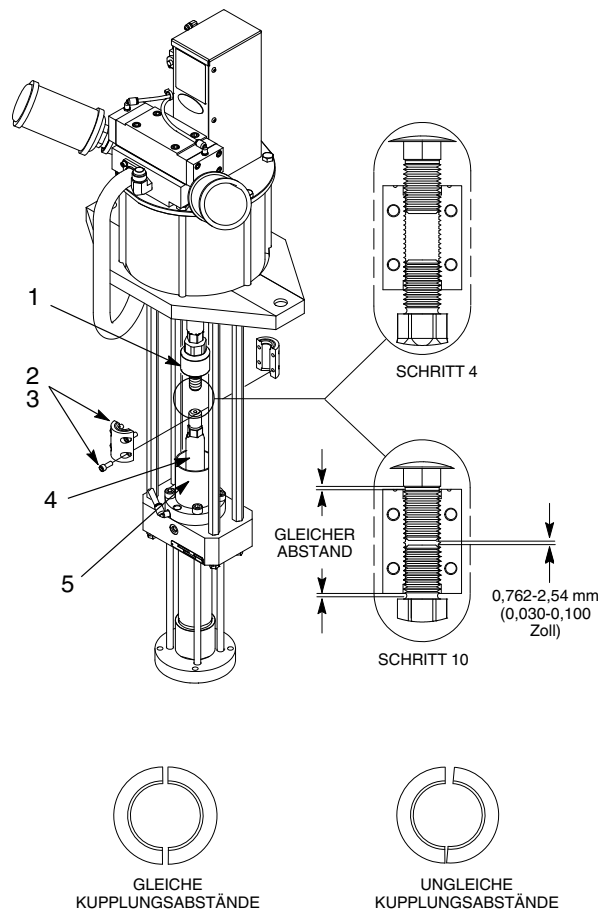

Abb. 3 Kupplungshälften installieren
AUS	HINWEIS: Die Kupplungshälften sind ein gepaarter Satz. Beide Hälften tragen die gleiche Seriennummer. 3. Siehe Abb. 3. Sicherstellen, dass bei jeder Kupplungshälfte (2) die Seite mit der Nut nach oben zeigt. Beide Hälften (2) wie gezeigt über die Kupplungsstange (1) und die Tauchkolbenstange (4) setzen. 4. Sicherstellen, dass drei Gewindegänge der Kupplungsstange (1) und der Tauchkolbenstange (4) in die Kupplung eingreifen. Die Kupplungshälften mit den Kupplungsschrauben (3) befestigen. 5. Sicherstellen, dass das Entlüftungsventil am Pumpengehäuse geöffnet und nicht verstopft ist.